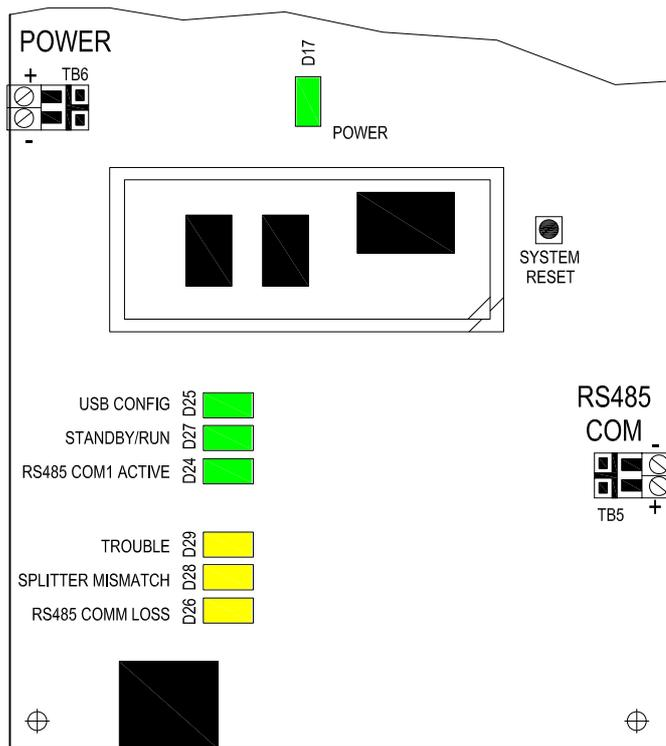

Рис. 12. Светодиодные индикаторы контроллера SP4-TZC
2) Подайте сетевое напряжение на источник питания 24В. Включится световой индикатор «POWER». Светодиод «RS485 COM1 ACTIVE» должен находиться в мигающем состоянии. Светодиод «STANDBY/RUN» будет мигать максимум 1 минуту перед тем, как перейдет в постоянно включенное состояние. См. Рис.12, где показано расположение светодиодных индикаторов.